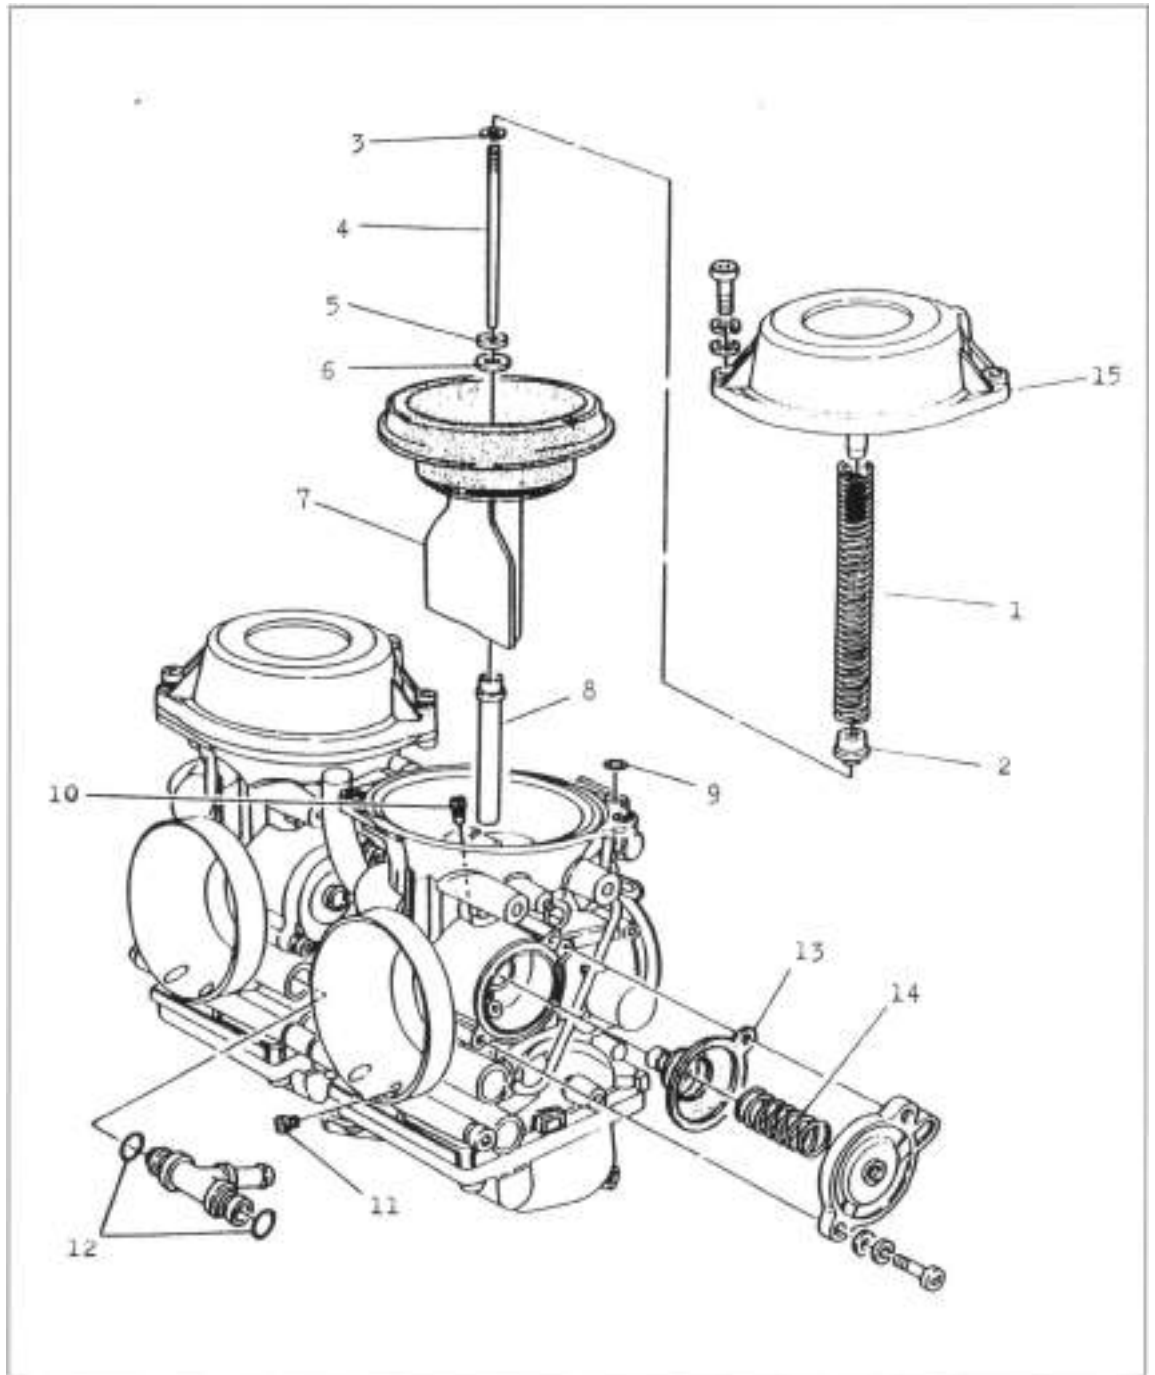

Bild 67
- Nadeldüse  Bild 67 von Hand nach oben ausdrücken.
- Düsennadel mit Scheibe und Feder (Klammer bei M 600/750: dritte Kerbe; M 900: vierte Kerbe) in Unterdruckkolben einsetzen (Bild 67).
- Es folgt Pfropfen/Federsitz  Bild 67. Feder und Kolben in Gehäuse einsetzen.